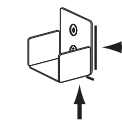

FIG. 4.5
9. Tracer une ligne de niveau sur le mur et les montants au bas et à côté de l'équerre (Fig. 4.5).